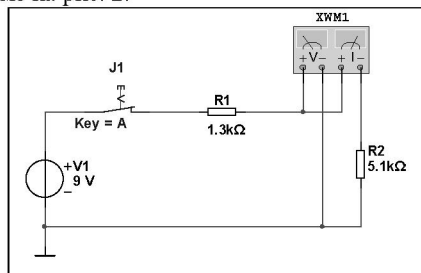

Рис. 2. Принципиальная схема неразветвлённой электрической цепи с ваттметром
- Восстановите в схеме прежнее значение U1, исключите вольтметр и амперметр и подключите ваттметр (его символ можно найти среди пиктограмм измерительных приборов справа от рабочего поля) согласно схеме на рис. 2.